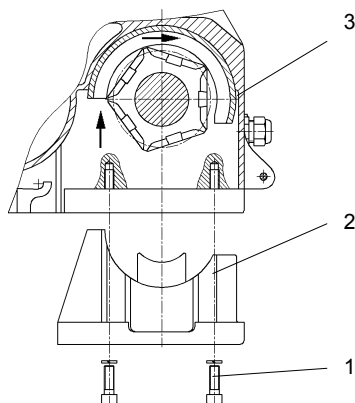
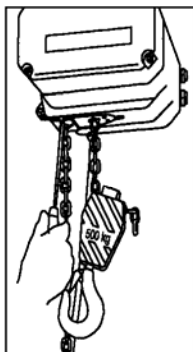

Bild 10 Erneuerung der Kettenführung und des Niederhalters
Bild 17 (Schritt 3)
1. Vier Schrauben (1) lösen.
2. Kettenführung (2) herausnehmen.
3. Niederhalter (3) mit dem Schraubendreher in Richtung Leerstrang herausdrücken (Pfeil in Bild 10).
4. Beim Einbau des neuen Niederhalters (3) beachten, dass die angefasste Seite zum Kettenspeicher zeigt.
Achtung: Die Kette darf auf keinen Fall zwischen Hakenflasche und Kettenauslauf des Kettenzuges verdreht sein! Wenn eine Montage ohne Verdrehen der Kette nach Bild 17 oder Bild 18 nicht möglich ist, Kette um ein Kettenglied kürzen!
3. Lösen der 4 Schrauben der Kettenführung (siehe Bild 10) und Absenken der Kettenführung (Bild 17).